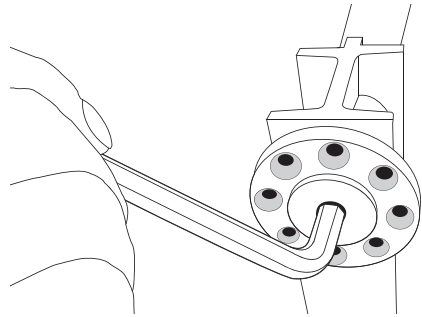

FIGURE 12
2. Resserrer les deux plaques d'ajustement d'un ou deux trous (Fig. 12).